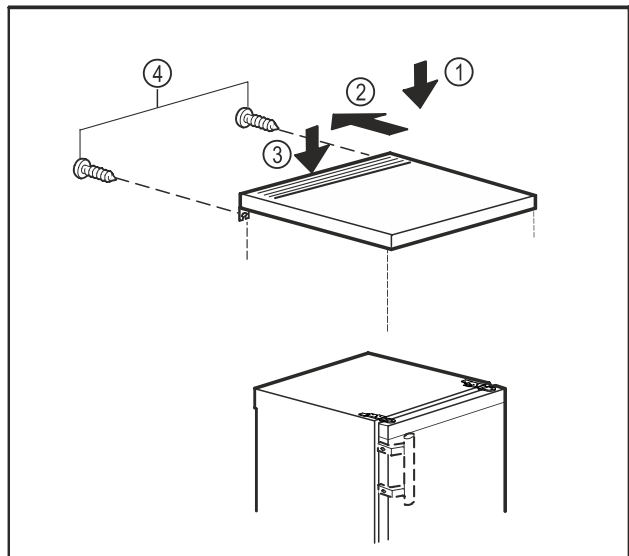

Fig. 11
- ▶ Asetage lauaplaat seadmele. Fig. 11 (1)
- ▶ Lükake lauaplaati tahapoole. Fig. 11 (2)
- ▶ Vajutage lauaplaati taga allapoole. Fig. 11 (3)
- ▶ Keerake kruvid tagaküljel kinni. Fig. 11 (4)